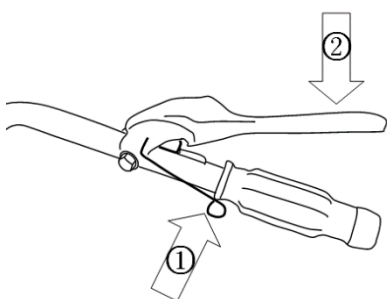

Fig.18
A embraiagem liga e desliga a força de tração do motor até à transmissão (Fig. 18)
A alavanca da embraiagem foi projetada para operar por 2 ações independentes: Levante a trava da alavanca (1) e empurre a alavanca (2) para baixo (Fig.18).